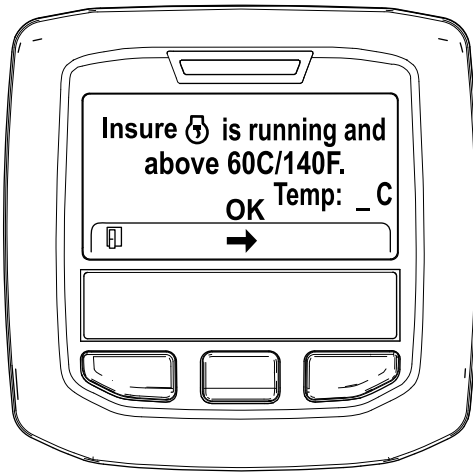

Bild 29
5. Wenn die Kühlmitteltemperatur unter 60°C liegt, wird die Meldung „Insure  is running and above 60C/140F“ angezeigt (Bild 29).